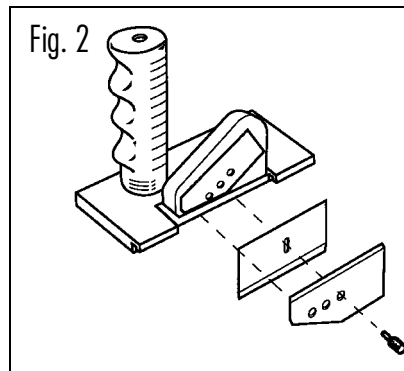

Fig. 2
- 1 Install blade by removing cover plate and sliding blade into slot. Choose a depth setting safety, single mat, double mat. (Fig. 2)
- 1 Einlegen der Klinge durch Entfernen der Klingendeckung und Einschieben der Klinge in den Klingenschlitz. Wahl einer Klingentiefe: Sicherheitsposition, Einfachpassepartout, Doppelpassepartout (Fig. 2)
- 1 Einstellen der Passepartoutführung auf gewünschte Randbreite und Feststellen der schwarzen Knöpfe (Fig. 2).
- 1 Para instalar la cuchilla, quite la tapa de la cuchilla y ponga la cuchilla en su sitio. Elija la posición de cuchilla deseada: la de seguridad, cartulina simple o cartulina doble. (Fig. 2)
- 1 Ajuste la guía de cartulinas según el ancho de filo deseado para la apertura y fije los tornillos negros (Fig. 2).